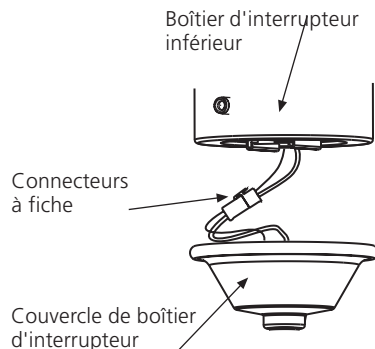

Figure 8b - Connexion des connecteurs à fiche
2. Connectez le connecteur à fiche supérieur du boîtier d'interrupteur inférieur au connecteur à fiche inférieur dans le kit d'éclairage. Voir figure 8b.